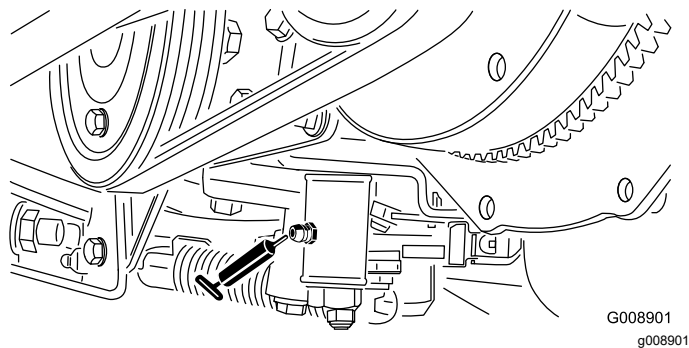

Figura 67
2. Montați cricul în partea din spate a mainii, sub motorul roii spate. (Figura 67).
- Mecanism de reglare neutru (Figura 67)